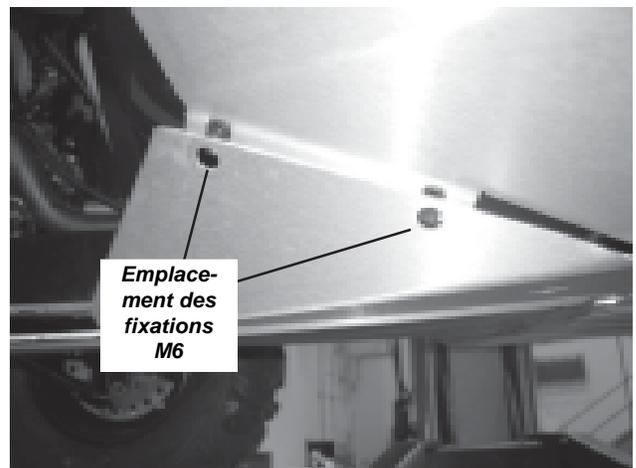

Figure 10
14. Posez les boulons M6 (B3) dans les emplacements indiqués pour fixer la plaque de protection avant à la plaque de protection latérale. **(Figure 10)**